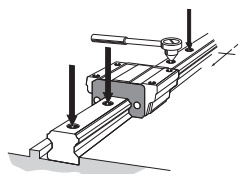

Рис.10 Полностью затяните установочные болты
(4) Затяните установочные болты с указанным моментом затяжки при помощи динамометрического ключа. (См.Рис.10, и Таблица1 и Таблица2 на с. **В1-101**.)